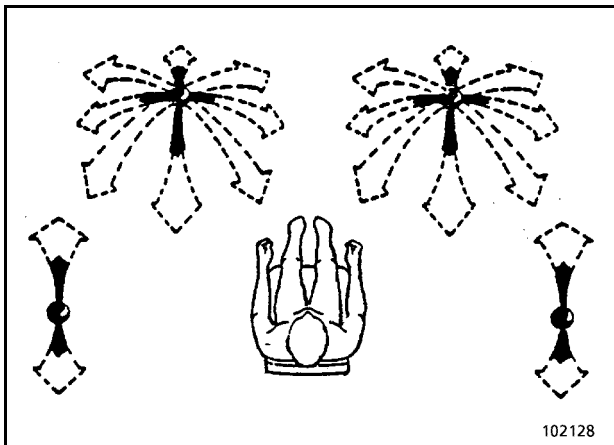

Fig. 3-36:
- beide Steuerhebel mehrere Male in alle Richtung schalten (Fig. 3-36:)